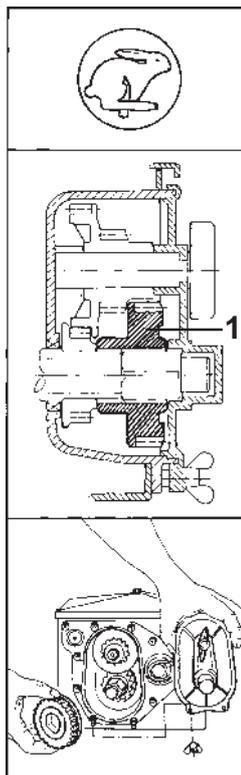
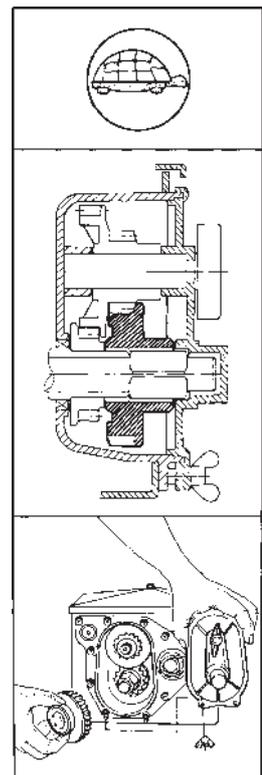

Fig. 7.10
Fig. 7.11
Das Zahnradgetriebe innerhalb des Zweibereichsgetriebes (7.8/1) ermöglicht den Antrieb der Dosierwelle in zwei Drehzahlbereichen. Hierdurch wird der Einstellbereich der Einstellskala (7.8/2) erweitert. Durch Umdrehen des Zahnrades (7.10/1) ist ein "schneller Gang" (Fig.7.10) bzw. ein "langsamer Gang" (Fig.7.11) einstellbar.
- Zahnrad (7.10/1) von der Welle abziehen, umdrehen und entsprechend Fig. 7.11 wieder auf die Welle aufstecken. Ist das Zahnrad nicht von Hand von der Welle abziehbar, das Treibrad bewegen, bis sich das Zahnrad leicht von der Welle abziehen läßt.